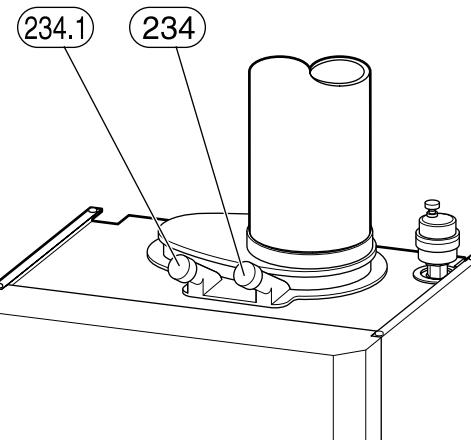

Рисунок 47.
- ▶ Вынуть заглушку из патрубка точки замера необходимого для горения воздуха (234.1), см. рис. 47.
- Вынуть заглушку из патрубка точки замера дымовых газов (234), см. рис. 47.